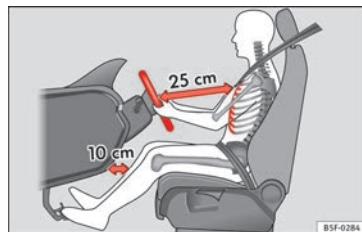
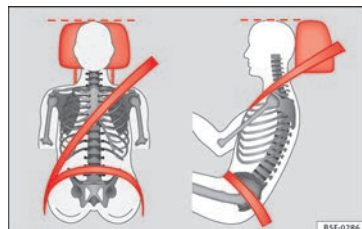

Fig. 64 La distanza corretta tra il conducente e il volante
Fig. 65 Nastro della cintura e poggiatesta posizionati correttamente.
- Regolare il volante in modo che resti uno spazio di minimo 25 cm dal torace » **fig. 64** e che sia possibile prendere il volante lateralmente dal lato esterno con entrambe le mani e le braccia leggermente piegate.
- Regolare il sedile del conducente longitudinalmente in modo da poter premere a fondo i pedali con le gambe leggermente piegate e che le ginocchia restino come minimo a 10 cm dalla plancia » **fig. 64**.
- Regolare il poggiatesta portando il suo bordo superiore alla stessa altezza della parte superiore della testa, in nessun caso mai sotto l'altezza degli occhi. Tenere la nuca il più vicino possibile al poggiatesta » **fig. 64** e » **fig. 65**.
Regolare la distanza tra il conducente e il volante » **fig. 64** con l'aiuto dei comandi situati nel sedile del conducente »  **pag. 12.**